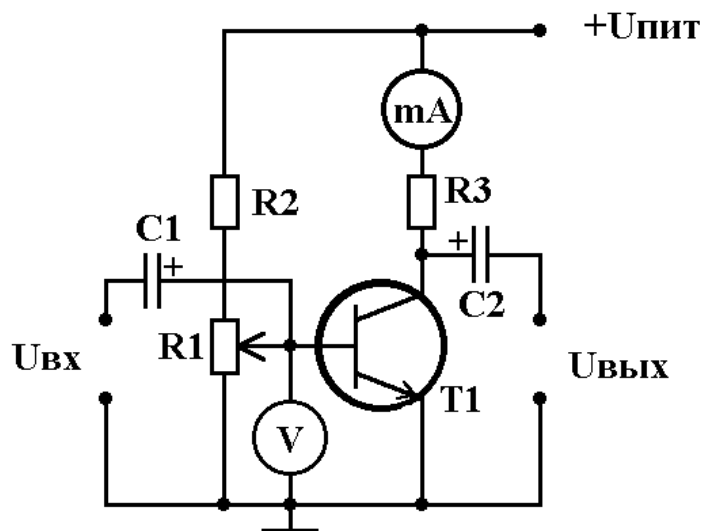

Рис. 2.6
**Описание экспериментального макета.** В данной работе изучается усилительный каскад на транзисторе, включенном по схеме с общим эмиттером. Схема макета приведена на рис. 2.6.